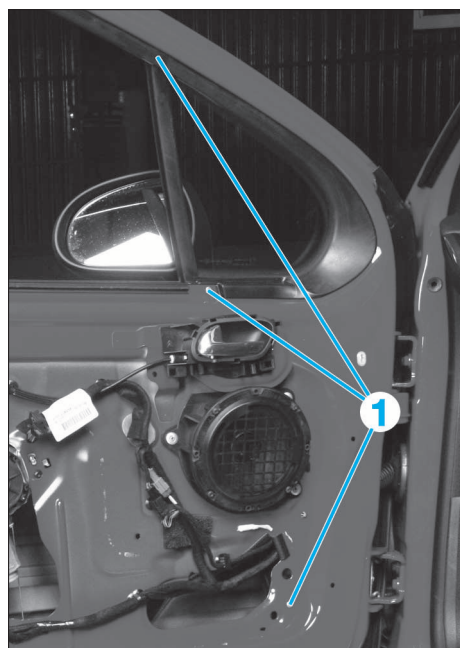

FIG. 58
- Percer les rivets (1) (Fig.58).